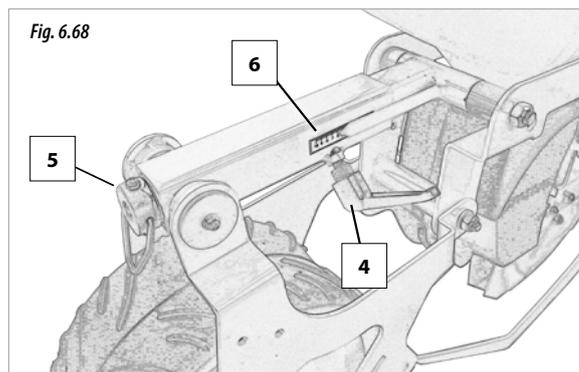

Fig. 6.68
- 1- Desserrer le levier de fixation (4, Fig. 6.68).
- 2- Tourner la manivelle (5, Fig. 6.68), pour atteindre la profondeur de semis souhaitée. Pour cela, aidez-vous de l'indicateur et de l'échelle graduée de 0 à 10 (6, Fig. 6.68).
- 3- Fixer la profondeur de semis en appuyant sur le levier (4, Fig. 6.68).